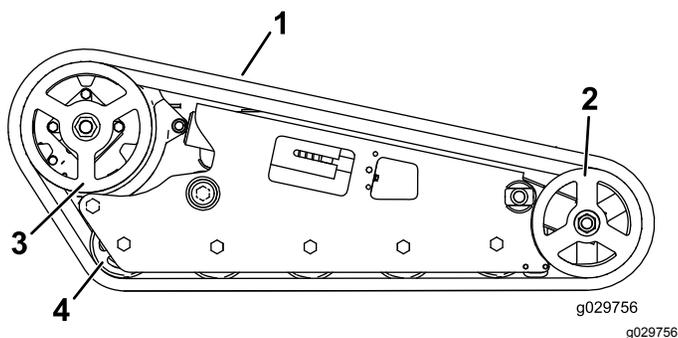

Рисунок 56
**Внимание:** Убедитесь, что вы полностью очистили опорные катки, передний каток и ведущее колесо (**Рисунок 56**). Очищенные опорные катки должны свободно вращаться.